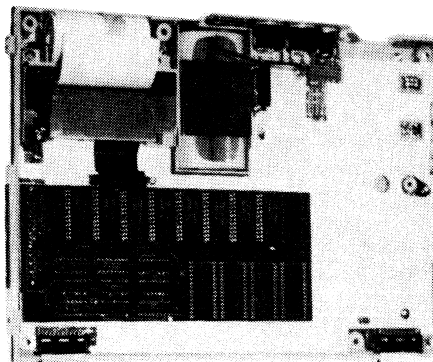

Bild 5
11. Nun wird die Mutterplatine wieder eingesetzt. Vergessen Sie dabei nicht, die Abdeckung der Kassettenrekorderbuchsen richtig einzusetzen. Über die Hauptplatine kommt die beschichtete Zwischenfolie (die Ausschnitte beachten), dann die mit der Speicherkarte mitgelieferte Hartplastikfolie (unter die Speicherkarte, damit die Sockel-Kontakte keinen evtl. Kurzschluß verursachen) und schließlich die Speichererweiterungskarte selbst. Die Bestückungsseite nach oben, die drei Befestigungsbohrungen möglichst in Übereinstimmung mit den Schrauben bzw. Gewinde. Die Installation selbst ist nicht sehr kritisch, es ist jedoch notwendig, die Speicherkarte mit ihrem Stecker und die Gegenkontakte der Mutterplatine aufeinander abzustimmen. Die Karte mit Gefühl aufstecken, bis ein leises Knistern der Kontakte zu vernehmen ist. Daraufhin werden sowohl die M 2,5 mm Muttern als auch die (längere) Blechschraube auf der rechten Seite festgezogen. (Bild 5)
12. Die Stromversorgung anschließen, ebenso die Tastatur und die Microcassette, wie in den Punkten 1 bis 3 beschrieben; anschließend (noch bevor man endgültig zusammenschraubt hat), den Rechner initialisieren - CTRL + SHIFT + § Tasten gleichzeitig betätigen, BASIC anwählen und den freien Speicherplatz mit ?fre(0) abfragen. Bei einwandfreier Funktion meldet sich der Computer mit 29275 (29275 bytes free).
11. Now replace the mother board and ensure that the recorder connector cap is placed correctly. Cover the mother board with the coated foil and make sure that the cut-outs are properly situated. This is to prevent undesired contact (shorts). Finally mount the memory board, component side up. Make sure threaded holes are aligned. Particular attention should be paid to the exact alignment of the connector of the memory board and the pins on the mother board. These should be carefully pressed together until audible contact is made. Now the 2 M 2,5 bolts and the longer self-tapping screw marked "S" should be secured (fig. 5).
12. Reconnect the batteries, keyboard and microcassette as described in part 4, 5, and 6. Before final assembly the computer is initiated (**INIT**) by pressing - **CTRL + §** simultaneously. Select BASIC and check free memory by typing in **? FRE (0)**. A correct function will be rewarded by the display **29 275** (= 29 275 bytes free).